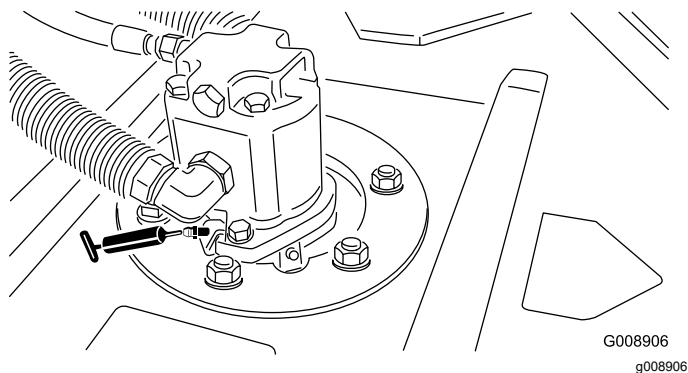

**Figura 42**
- Articulação da tensão da correia (Figura 42)